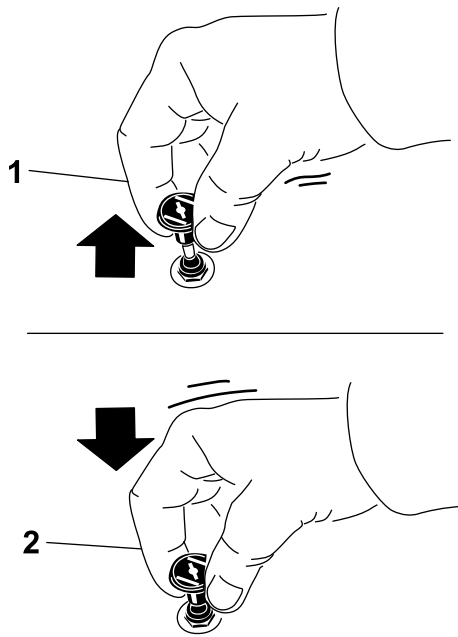

Bild 22
1. Ziehen Sie das Choke-Handrad heraus, um den Choke zu aktivieren, bevor Sie das Zündschloss verwenden (Bild 22).
2. Drücken Sie den Choke herein, um den Choke zu deaktivieren, wenn der Motor angesprungen ist (Bild 22).